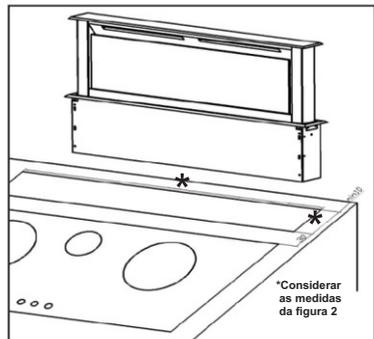

Fig.4
- b) Se você quiser que a placa decorativa fique separada do fogão siga o diagrama da Fig.4 abrindo os furos de montagem separados.